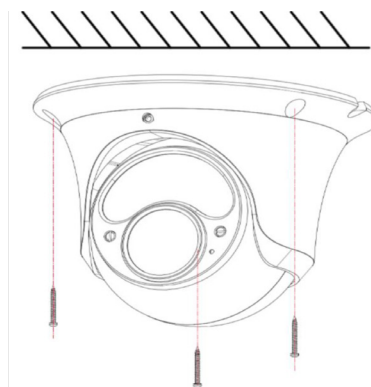

Figura 1
3) Fissare la telecamera con le viti a corredo della stessa, come mostrato in figura 1